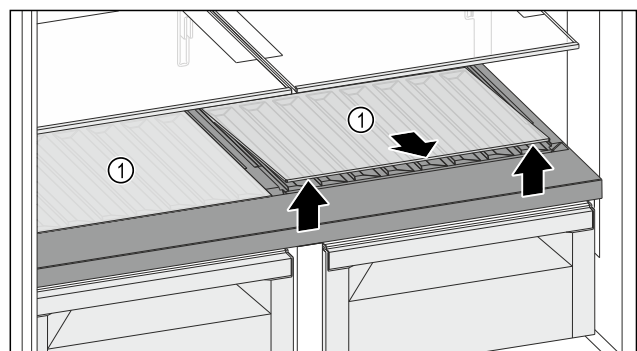

Fig. 113
- ▶ Приподнимите одну или обе стеклянные пластины Fig. 113 (1) за выемку спереди и извлеките.
- ▶ Уложите стеклянную пластину (стеклянные пластины) Fig. 113 (1) на хранение вне устройства.